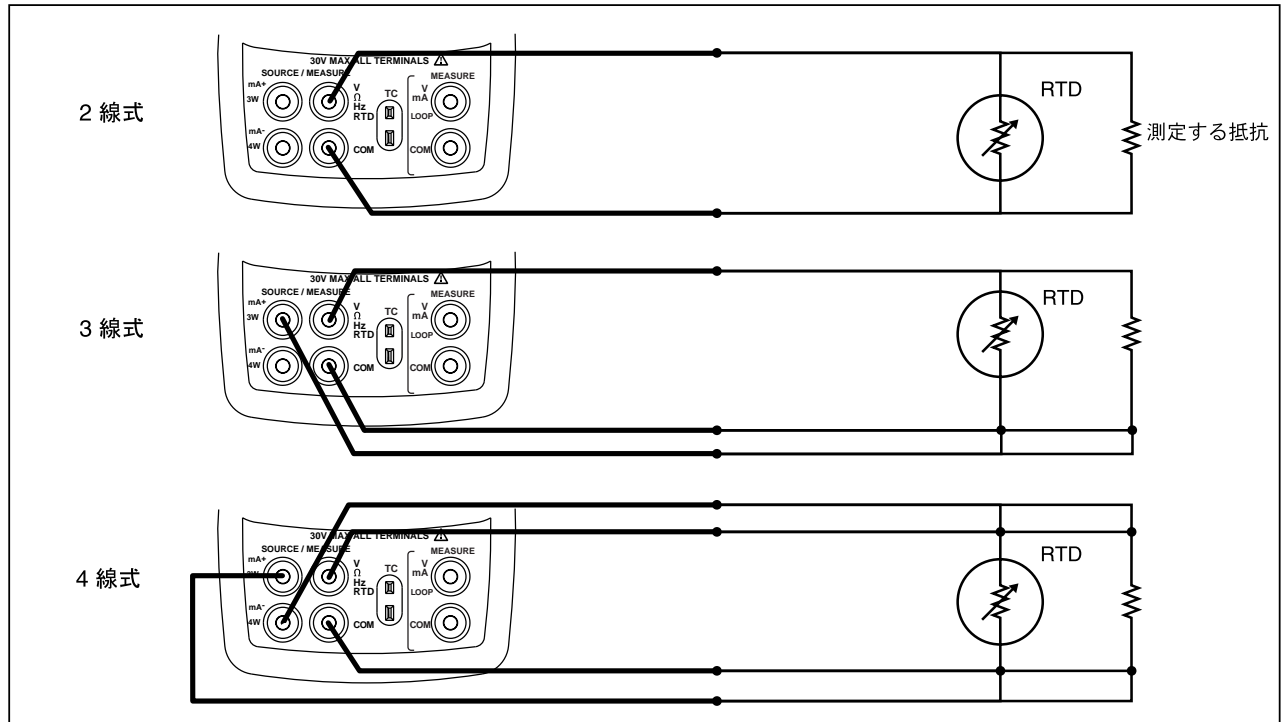

図 11. RTD を使った温度の測定、2、3、4 線抵抗の測定
4. 図 11 に示すように測温抵抗体 (RTD) を入力端子に接続します。